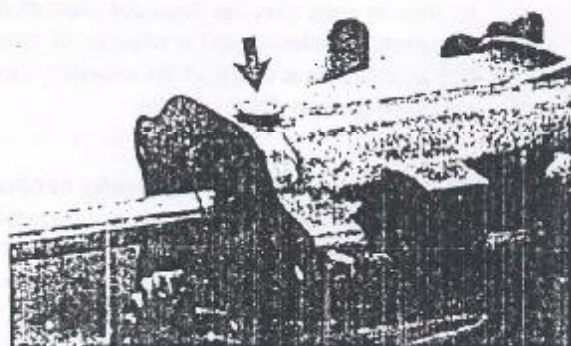

Figura 3.01.8 - Bujão do mecanismo de trava da haste
19 - Remover o bujão do conjunto de trava da haste deslizando do mecanismo seletor (figura 3.01.8). Remover a seguir a mola e a esfera.
10. Instalar a esfera e a mola do conjunto de trava da haste deslizante e instalar o respectivo bujão (Figura 3.01.8).